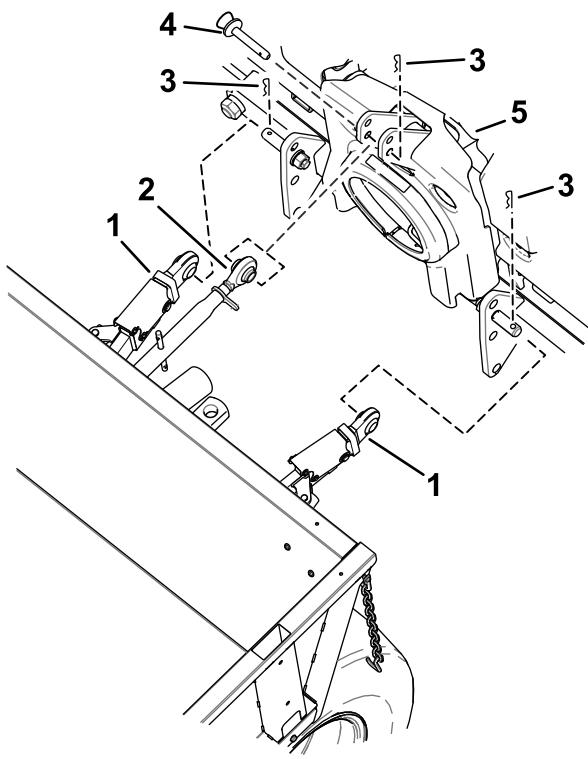

図 29
- マシンをゆっくりとバックさせて、ドラフトリンクをアタッチメントの下部コネクタに合わせる図29。
- ドラフトリンクをアタッチメントに接続する図29。
- 上部リンクを、アタッチメントの上部コネクタにセットする図29。
- 上部リンクをアタッチメントに固定する図29。
4. アタッチメントから上部リンクを外す図29。
5. アタッチメントからドラフトリンクを外す図29。